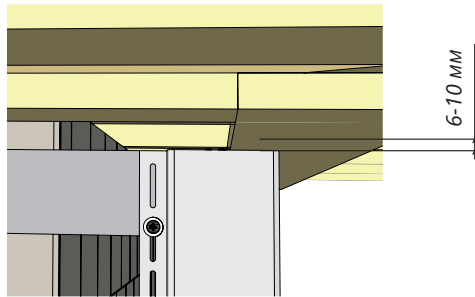
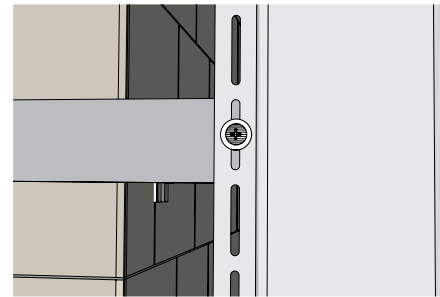

Рисунок 10
Рисунок 11
- 6.7** Все вертикально монтируемые элементы (доборные элементы) вывешиваются/фиксируются во второе-третье перфорационное отверстие на саморез(ы). Это единственный саморез, который вкручивается в верхний край перфорационного отверстия (рис. 10), остальные саморезы необходимо вкручивать точно в середину перфорации (рис. 11).